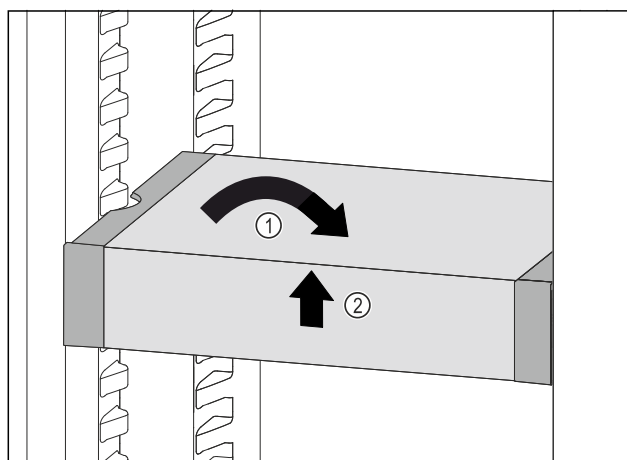

Fig. 140
- Установите VarioSafe прямо. Fig. 140 (1)
- Приподнимите VarioSafe спереди. Fig. 140 (2)